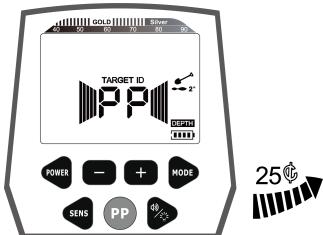

Fig.15
- b. Prenez une pièce d'argent de 25¢ et laissez-la s'approcher lentement de la bobine de recherche. À la position d'environ 7" à 8", la première série de curseurs d'intensité du signal commence à apparaître, le son devient plus fort et la tonalité devient plus aiguë. Continuez à déplacer la pièce d'argent de 25¢, le curseur d'intensité du signal se remplit rapidement, le son est plus fort, puis le curseur de profondeur indique la profondeur jusqu'à ce qu'il n'en reste plus qu'un, ce qui indique que le métal s'approche progressivement du centre de la bobine de recherche. (Voir Fig.15)